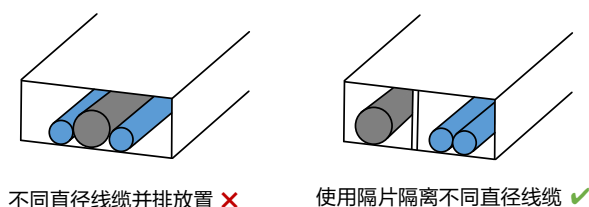

图5-2 隔片分离隔离
- 同一链轨内，若存在不同粗细直径的线缆，外径小的线缆容易被外径大的线缆挤压到底部，此时需使用隔片进行分类隔离，如图 5-2 所示。